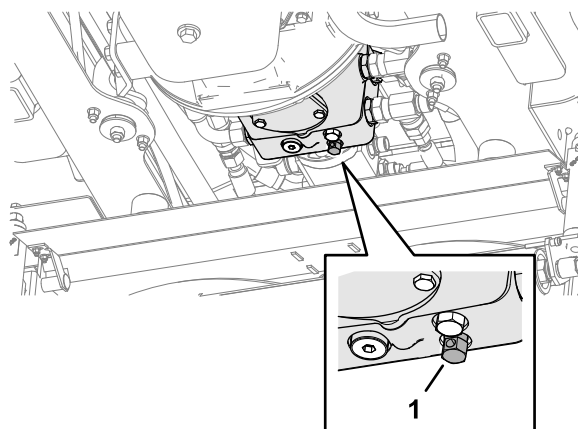

Figure 43
- Libérez le système de freinage de service hydraulique en tournant la vanne de dérivation, située sous la pompe de transmission, dans le sens antihoraire, de 3 tours au maximum (Figure 43).